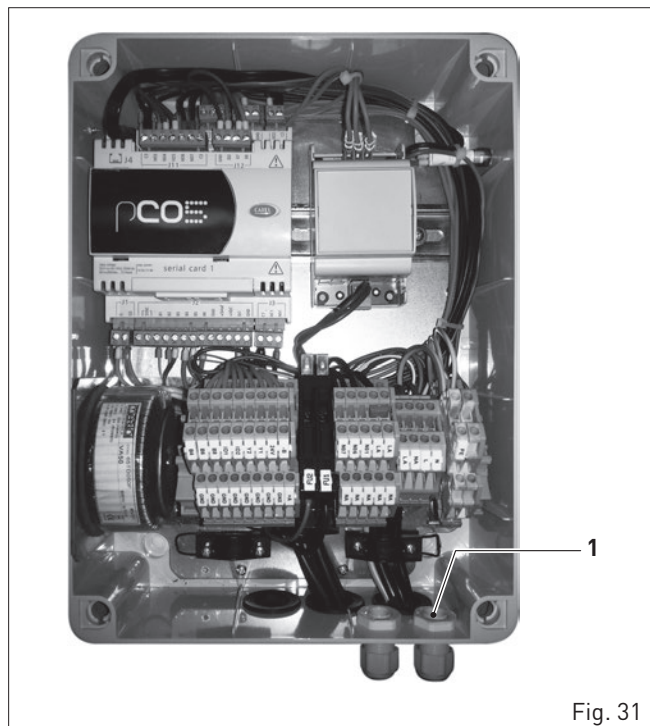

Fig. 31
Para introducir los cables de conexión en el cuadro, utilice las aberturas (1) preparadas (véase la "Fig. 31" en la página 28).